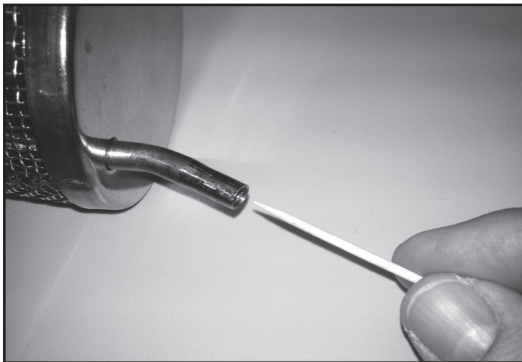

Figure 3
2.) La pompe (6) est bouchée.	2.1.) Insérez un fil de petit diamètre ou un cure-dent dans le trou au bas de l'assemblage du piston de laiton (7) pour retirer l'obstruction. Voir la Figure 3.